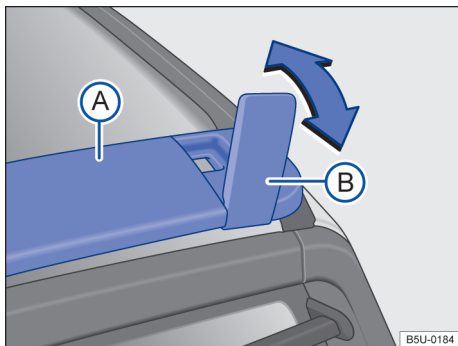

Fig. 124 No teto: travessa e suporte articulado.
Utilizar somente a travessa do teto → Fig. 124 (A) e os suportes articulados (B) como apoio para fixar os objetos com maior altura ou que não possam ser acomodados totalmente no assoalho do compartimento de carga → ⚠.